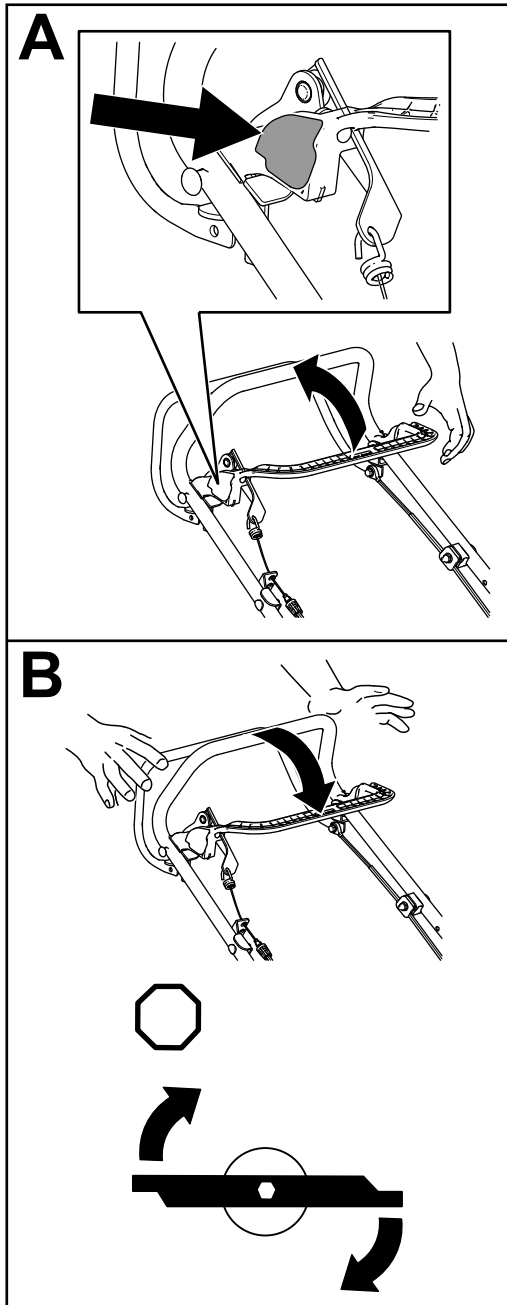

Figura 19
1. Pulse el botón de bloqueo de control de las cuchillas para engranarse con la barra de control de las cuchillas (**Figura 19, A**).
2. Mientras sostiene el botón, tire de la barra de control de las cuchillas hasta el manillar; la cuchilla debe engranarse (**Figura 19, A**).
3. Suelte la barra de control de las cuchillas para desengranar la cuchilla (**Figura 19, B**). El botón de bloqueo de control de las cuchillas se restablece.